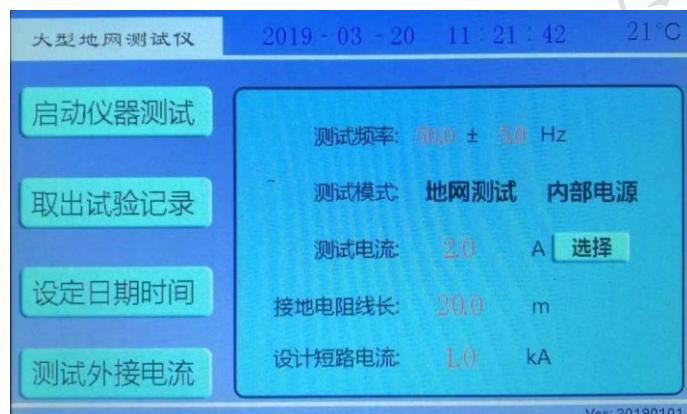
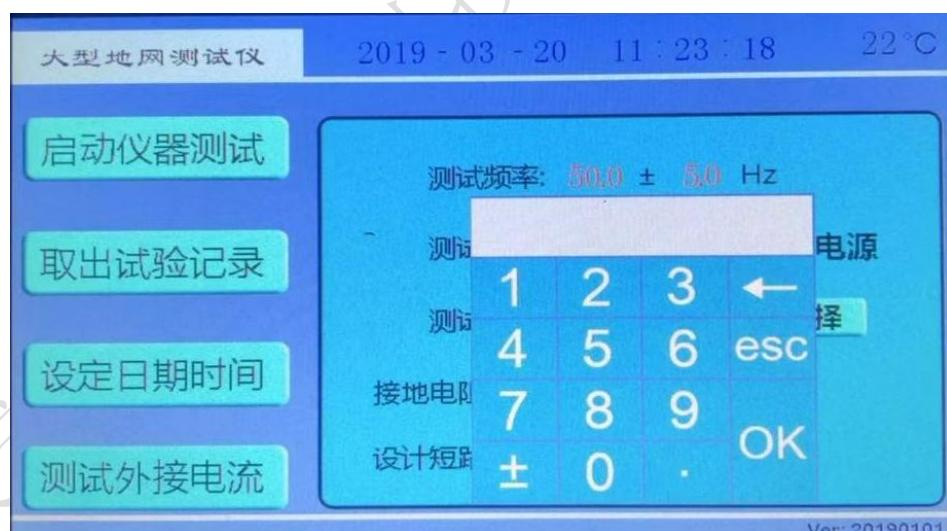

图 5 开机界面
图 9 红色数字参数修改界面
1. 打开电源开关，计算机进行自检，几秒钟后，液晶屏显示中文主菜单如图 5 所示，表示自检成功。
7) 开机界面(图 5)下, 红色数字的修改。如测试频率等项目, 只需要使用触屏笔或手指点击, 就可弹出数字键盘, 然后修改即可。 (图 9)
在开机界面(图 5)下，测试模式选择**地网测试**，使用触屏笔或手指点击
点击**确定**，将开始升流测试。请确认已经接好测试线。此时将出现地网测试界面(图 11)。点击**取消**，仪器将返回开机界面(图 5)。
此时按下退出，返回到开机界面(图 5)。按下打印，打印出结果。
在开机界面(图 5)下, 测试模式选择接地电阻, (线长一般选择 20 米) 使用触屏笔或手指点击启动仪器测试, 出现测试确认界面 (图 14) :
点击取消, 仪器将返回开机界面(图 5)。
在开机界面(图 5)下, 测试模式选择恒流测试, (短路电流一般为 1kA) 使用触屏笔或手指点击启动仪器测试, 出现测试确认界面 (图 18) :
此时将出现恒流测试界面(图 19)。点击取消, 仪器将返回开机界面(图 5)。